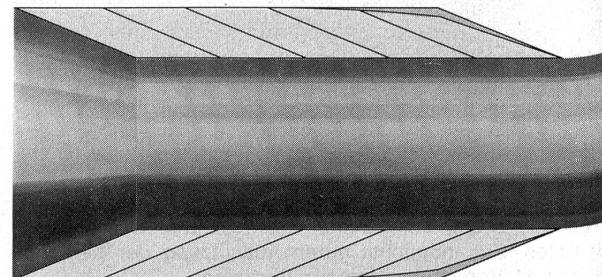

Abbildung 6 Auftragsfehler durch Summierung der Schichtdifferenzen bei Spannungszunahme
- die einzelnen Sektionen infolge Spannungsveränderung, z.B. bei abnehmendem Spulendurchmesser, nicht immer gleich auf die Trommel auftrugen (Abbildung 6).